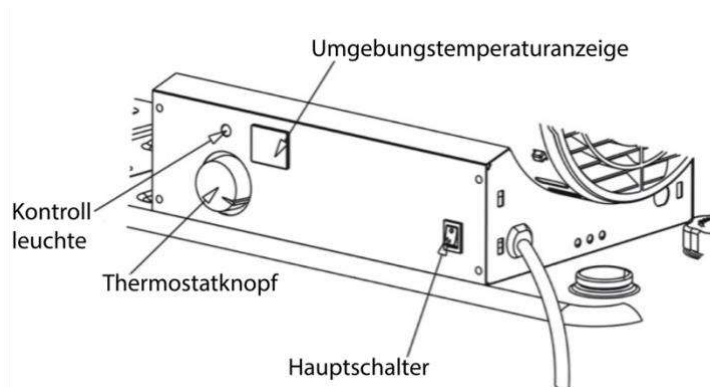

Abb. 5. Bedienelemente
4. Drehen Sie den Thermostatkopf auf die gewünschte Temperatur. Der Einstellbereich liegt zwischen 5°C und 45°C. Schalten Sie den Hauptschalter auf die Position „ON“ (siehe Abb. 5).